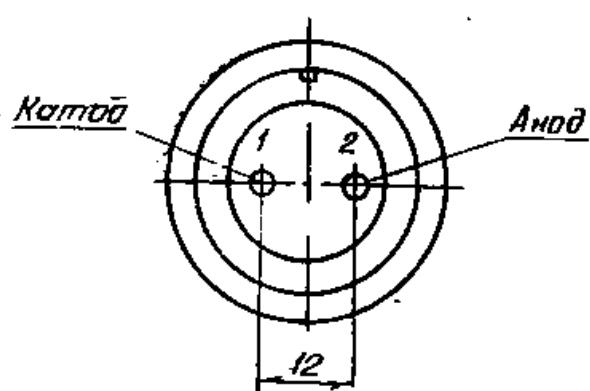

Рис. 3. Схема манометрического преобразователя ПММ-32-1
4.2. Электродная система преобразователя (рис. 3) монтируется на фланце 8, имеющем четыре изолятора 7, изготовленных методом напряженного вакуумного спая нержавеющей стали и непрозрачного стекла С85-2.
Для разборки преобразователя необходимо снять держатель 4 (рис. 3): для этого нужно ослабить винты 13 и повернуть держатель, чтобы его выступы вошли в пазы чаши. Снимается катод. Разборка катода производится с помощью отвертки. Отвертка вставляется в отверстие одного из полюсов и упирается в противоположный. Резким нажатием на полюс отделяют его от магнита, затем снимается другой полюс.